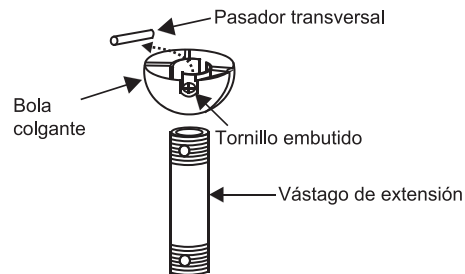

Fig. 9
Paso 6. Retire la bola colgante del ensamblaje del vástago de extensión aflojando el tornillo embutido, desatornillándolo y retirando el pasador transversal y deslizándola hasta sacarla del vástago. (Fig.9)